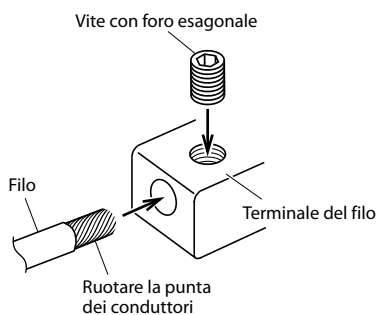

**Fig. 5**
2. Rimuovete l'isolamento dalle estremità del filo di circa 7 – 10 mm. (Fig. 5)